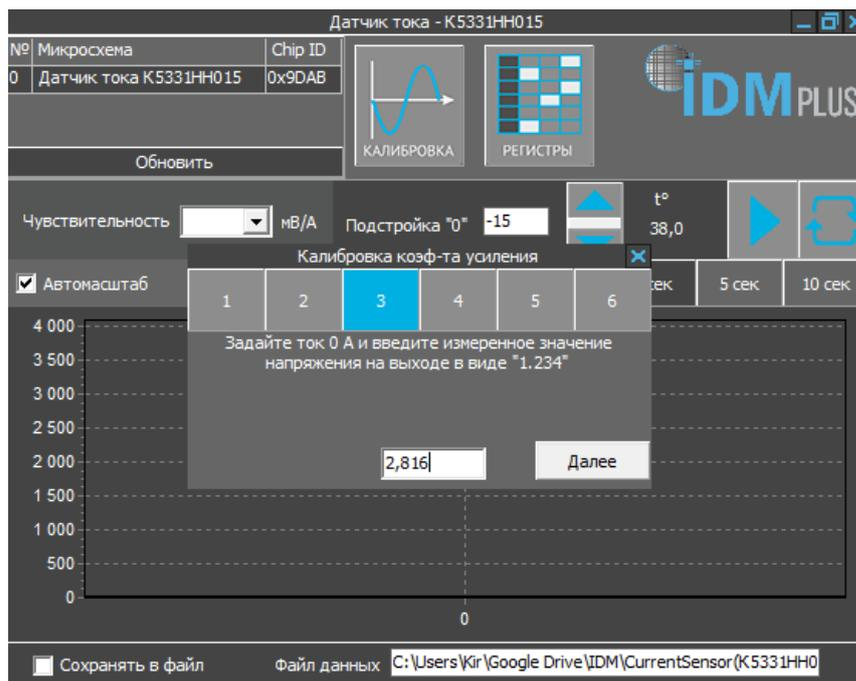

Рисунок 6 – Работа в режиме калибровки коэффициентов усиления при нулевом токе (шаг 3)
- Шаг 3: Записать значение напряжение по показаниям вольтметра, подключенного к выводу «OUT» отладочной платы (при нулевом токе в проводнике), в интерактивное окно и нажать интерактивную кнопку «Далее» (см. рисунок 6);